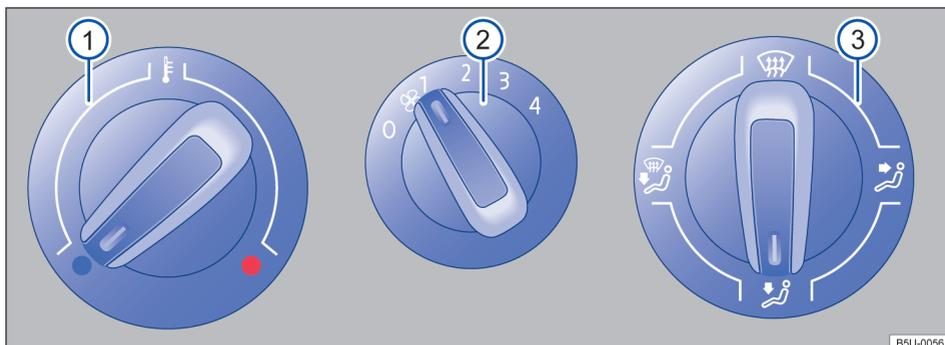
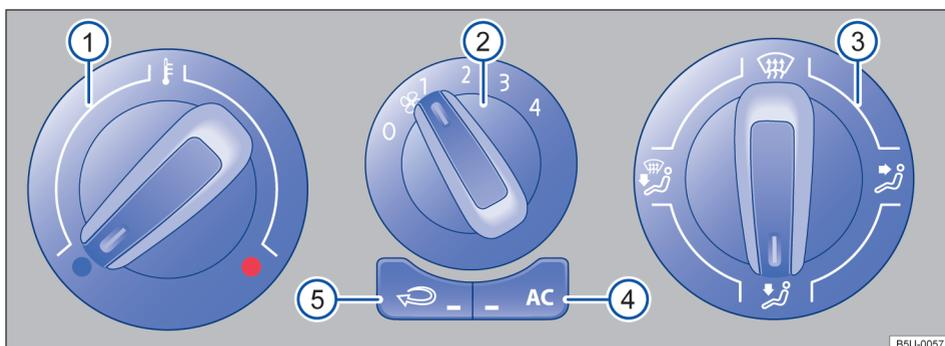

Fig. 84 No console central: comandos do sistema de ventilação e aquecimento.
Fig. 85 No console central: comandos do ar-condicionado.
Botão, regulador	Informações complementares do sistema de ventilação e aquecimento → Fig. 84 e ar-condicionado → Fig. 85.
- Em veículos com sistema de aquecimento, colocar o regulador da temperatura → Fig. 84 ① totalmente para a direita, para a posição máxima de aquecimento.
- Colocar o regulador de distribuição de ar ③ na posição 🌀.
- Colocar o ventilador ② no nível 3 ou 4.
- Colocar o regulador da distribuição de ar → Fig. 85 ③ para a posição , nesta posição o modo de recirculação de ar não pode ser acionado.
- Colocar o regulador da temperatura ① na posição desejada.